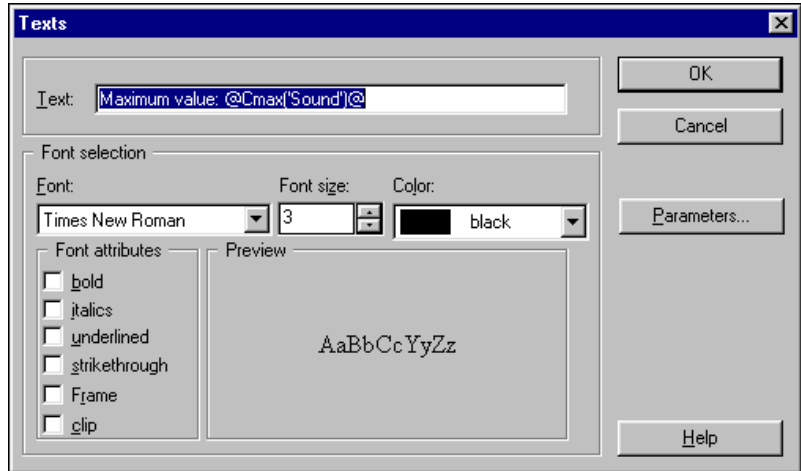

図 6-3 Texts フォーマット用ダイアログボックス
6. 小数点の後の値を制限するため、3 番目のテキストをダブルクリックして、次の入力値を編集します (図 6-3 参照)。